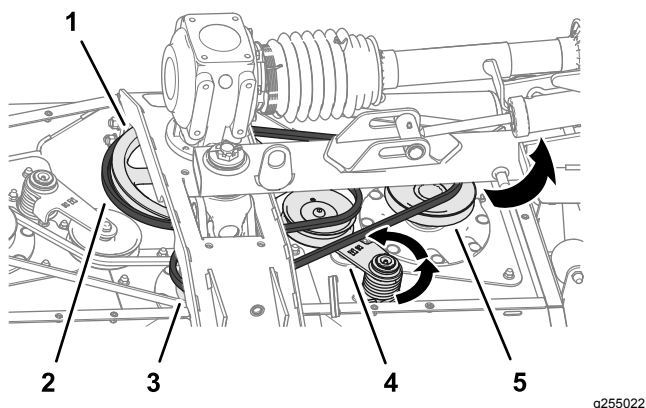

図 65
2. バールなどを使って長いベルトのベルトテンショナを左に回して、テンショナのプーリからベルトを外す図 65。
3. 長いベルトを駆動プーリ、中央スピンドルプーリ、右側スピンドルプーリから外す 図 65。